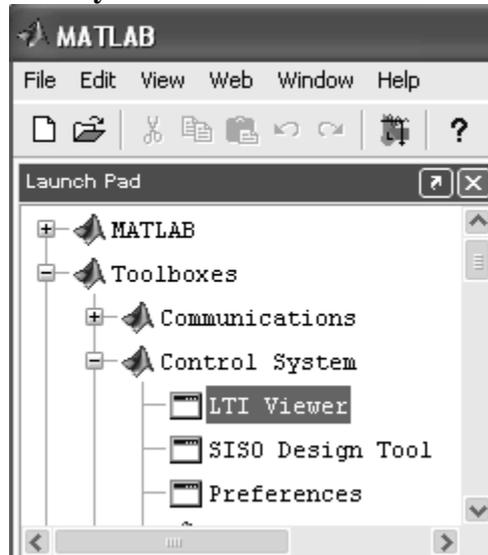

Рис.2
6. Открыть окно для просмотра результатов анализа, расчета или проектирования. Для его вызова делается два щелчка по строке LTI-Viewer (рис.2).